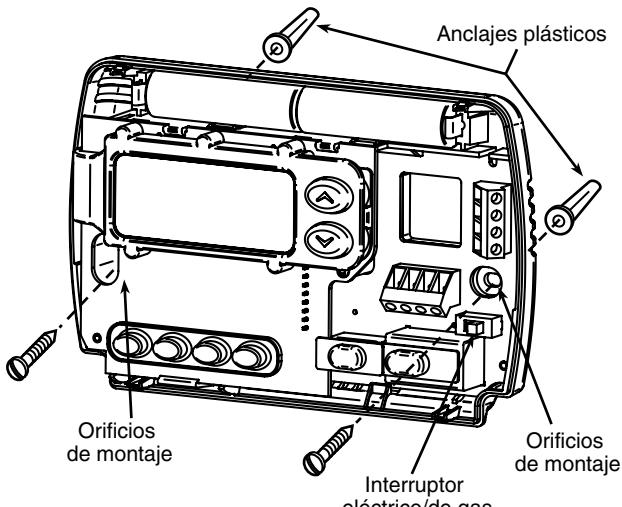

Figura 1. Base del termostato
Este termostato está configurado de fábrica para operar un sistema de aire forzado con combustible fósil (gas, aceite, etc.) de calor/frío. Está correctamente configurado para cualquier sistema que NO requiera que el termostato energice el ventilador en una llamada de calor. Si su sistema es un sistema eléctrico o de bomba de calor que REQUIERE que el termostato encienda el ventilador en una llamada de calor, ubique el **interruptor ELECTRIC/GAS** (vea la figura 1) y colóquelo en la posición **ELECTRIC**. Esto permitirá al termostato energizar el ventilador inmediatamente en una llamada de calor. Si no está seguro si el sistema de calefacción/refrigeración requiere que el termostato controle el ventilador, póngase en contacto con un servicio técnico de calefacción y aire acondicionado calificado.
- Fije la base a la pared sin ajustarla demasiado, como muestra la figura 1, usando dos tornillos de montaje. Coloque un nivel contra la parte inferior de la base, ajústela hasta que quede bien nivelada y luego apriete los tornillos. (Esto es por razones estéticas solamente y no afectará el funcionamiento del termostato.) Si utiliza los orificios de montaje existentes, o si los orificios perforados son demasiado grandes y no le permiten ajustar bien la base, use anclajes plásticos para fijar la subbase.
Si aparece el mensaje **"BATT"**, significa que las pilas tienen poca carga y deben cambiarse. Para obtener resultados óptimos, cambie todas las pilas por pilas alcalinas nuevas de alguna marca líder como Duracell® o Energizer®. Para cambiar las pilas, instálelas a lo largo de la parte superior de la base (vea la figura 1). Las pilas deben instalarse con los polos positivos (+) hacia la izquierda.